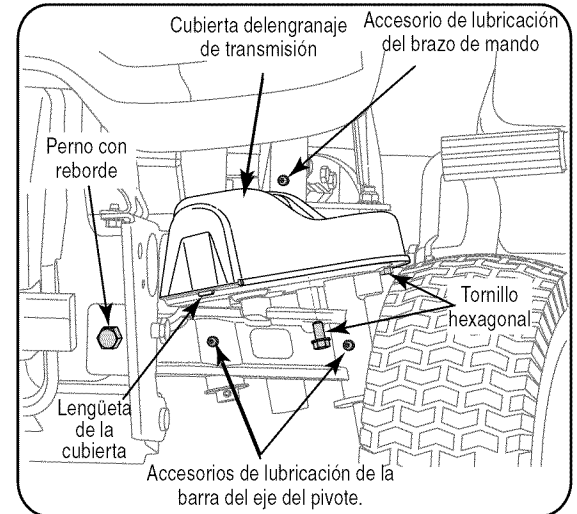

Figura 20
- Aplique grasa a través del accesorio lubricante de los brazos de mando derecho e izquierdo que se encuentran en el extremo posterior de las dos barras de acoplamiento del volante. Vea la Figura 20.
- Localice los accesorios de lubricación del eje de pivote y el eje al frente de uno de los extremos de la barra de pivote del eje. Aplique grasa a través de los dos accesorios de lubricación, luego repita para lubricar el otro extremo de la barra. Vea la Figura 20.
- Desde abajo de la placa de apoyo de la cubierta a cada extremo de la barra de pivote, retire los tres tornillos hexagonales que sujetan la cubierta del engranaje de la dirección. Retire las cubiertas y limpie los engranajes. No es necesario lubricar los engranajes. Consulte la Figura 20.
- Apoye la barra de pivote, luego extraiga las tuercas de seguridad hexagonales que sostienen los dos pernos con reborde que pasan a través de la ménsula de la barra de pivote, la barra de pivote, y el bastidor. Consulte la Figura 20.